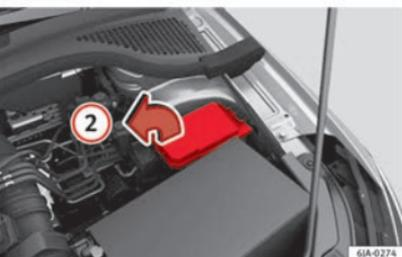
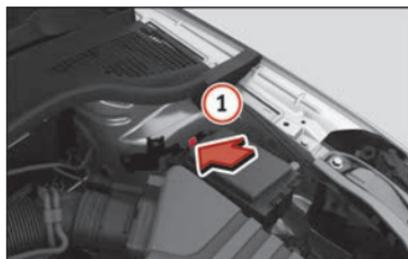

Fig. 86 No compartimento do motor: tampa da caixa de fusíveis - Versão 1
Fig. 87 No compartimento do motor: tampa da caixa de fusíveis - Versão 2
- Pressione a patilha de bloqueio da tampa no sentido da seta  » » Fig. 86 ou » » Fig. 87.